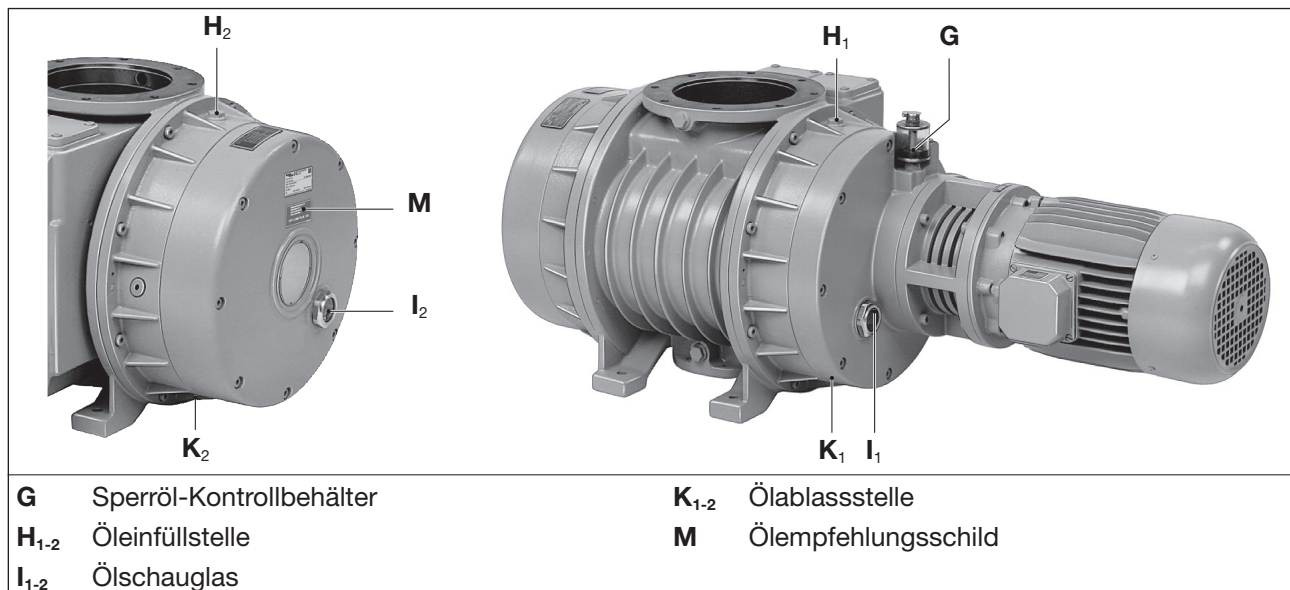

Abb. 8 Schmierung
Die Maschine darf nur mit folgendem Betriebsmittel betrieben werden (Elmo Rietschle Öl), siehe Ölempfehlungsschild (Abb. 8/M) sowie Tab. 2 „Öle“ auf Seite 34:
- b) Verschluss der beiden Öleinfüllstellen (Abb. 8/H₁, H₂) öffnen und Öl bis zur Mitte der Schaugläser (Abb. 8/I₁, I₂) auffüllen.
- Verschluss der beiden Öleinfüllstellen (Abb. 8/H₁, H₂) öffnen, beide Ölablassstellen (Abb. 8/K₁, K₂) öffnen und Altöl vollständig ablassen.
- Ölablassstellen (Abb. 8/K₁, K₂) verschließen und neues Öl an den Öleinfüllstellen (Abb. 8/H₁, H₂) einfüllen.
- Ölstand an den Schaugläsern (Abb. 8/I₁, I₂) kontrollieren.
- p) Verschlusschraube (Abb. 8/K₁) schließen.